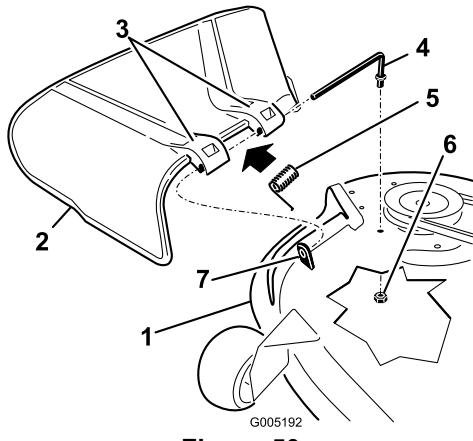

Figure 50
- Repérez les éléments illustrés dans la Figure 50.
- Retirez l'écrou (3/8 pouce [9,5 mm]) de la tige, sous le plateau de coupe (Figure 50).
3. Sortez la tige de la courte cheville de positionnement, de la rondelle-frein intérieure, du ressort et du déflecteur d'herbe (Figure 50). Enlevez le déflecteur s'il est endommagé ou usé.
4. Reposez le déflecteur d'herbe et la rondelle-frein intérieure (Figure 50).
6. Placez le ressort sur la tige, les fils d'extrémité dirigés vers le bas, entre les supports du déflecteur d'herbe. Insérez la tige dans le deuxième support du déflecteur d'herbe et la rondelle-frein intérieure (Figure 50).
7. Insérez la tige à l'avant du déflecteur dans la courte cheville de positionnement sur le plateau. Fixez l'extrémité arrière de la tige dans le plateau de coupe à l'aide d'un écrou (3/8 pouce [9,5 mm]) (Figure 50).